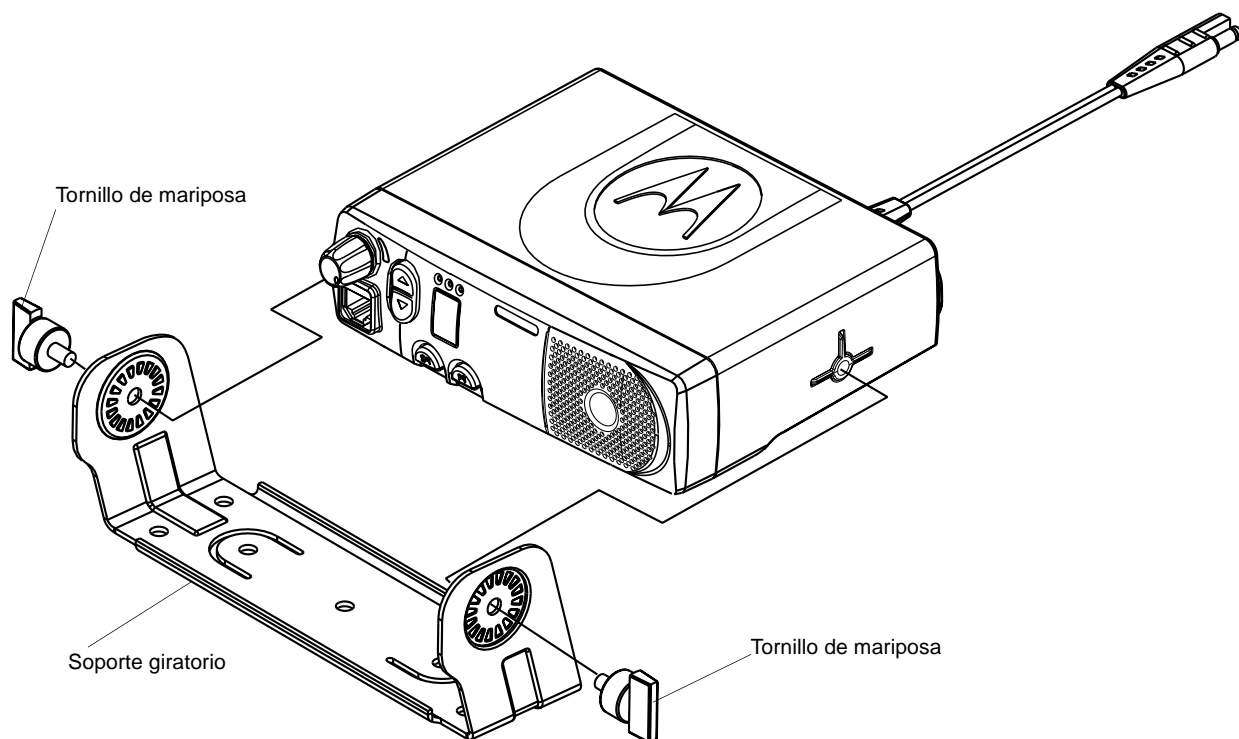

Figura 3-2. Radio instalado en el soporte giratorio
5. Instale el radio en la pieza de montaje del soporte giratorio usando dos tornillos de mariposa (Figura 3-2).